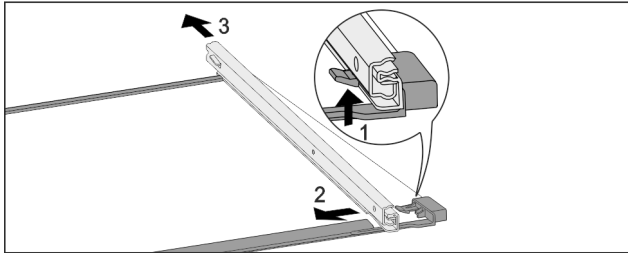

Fig. 180 Lasihylly kiskoilla
- ▶ Paina etummaista kiinnikettä ylöspäin. Fig. 180 (1)
- ▶ Siirrä vetokiskoa sivuun Fig. 180 (2) ja taaksepäin Fig. 180 (3).